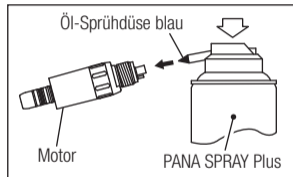

Abb. 6
- 2) Montieren Sie die Öl-Sprühdüse (Spannzange; blau) auf der Spraydose. (Abb. 6)